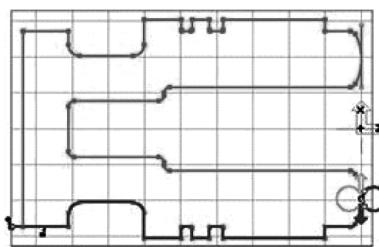

图 6-14 选择加工轮廓
- 2) 按照下面显示设定加工标记, 如图 6-14 所示。